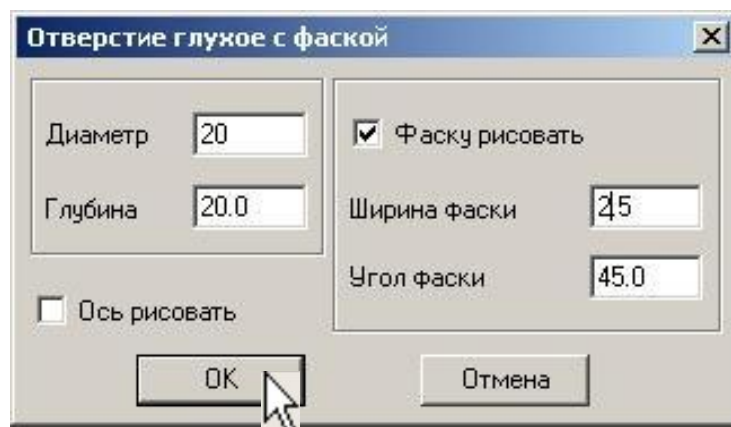

Рис. 11
6. Для выполнения глухого отверстия откройте *Прикладную библиотеку КОМПАС*, находящуюся в разделе *Прочие*. Выберите *Глухое отверстие* в разделе *Гладкие отверстия* и установите необходимые параметры отверстия, рис. 11 (ось не рисовать). Вставьте в чертёж.